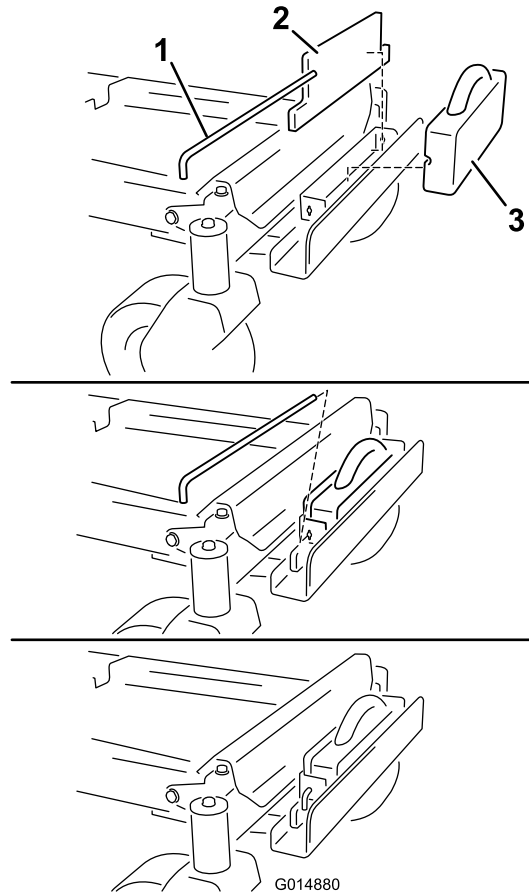

Figura 9
- Installate una zavorra piatta sulla staffa della zavorra e spostatela all'indietro, a livello con la staffa (Figura 9).
- Installate una zavorra a valigia di fronte alla zavorra piatta (Figura 9).
- Assicurate le zavorre alla staffa della zavorra con una barra trasversale sagomata (Figura 9). Installate la barra e ruotatela di 90 gradi verso il basso per bloccarla in posizione.